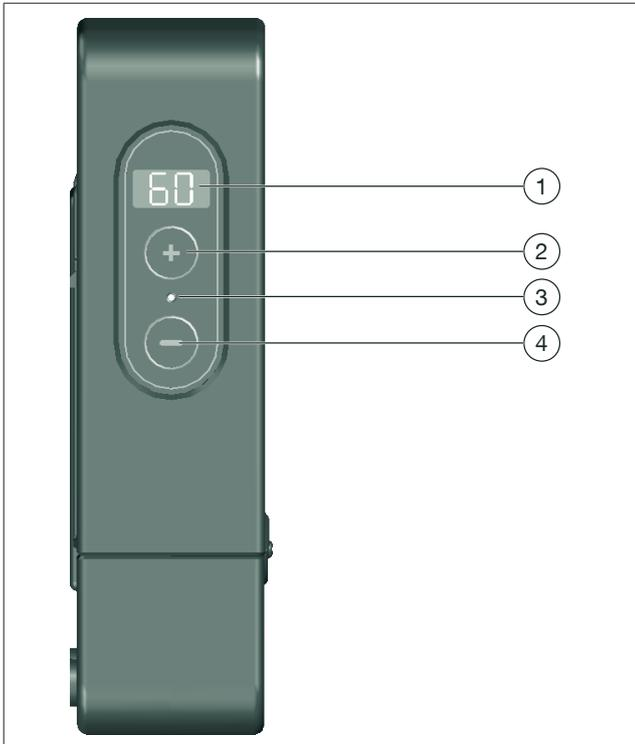

Abb. 33: Anzeigen und Bedienelemente
- Um die Werte der Temperatursensoren (S1, S2, S3) einsehen zu können, halten Sie die „+“ und „-“ - Taste für 3 Sekunden gedrückt. Die einzelnen Werte erscheinen nacheinander im Display (Position (1) in Abb. 33 auf Seite 34).
In der Warmwasser-Solltemperatur- und Statusanzeige werden die eingestellte Solltemperatur und Fehlercodes angezeigt (siehe Abb. 33 auf Seite 34).